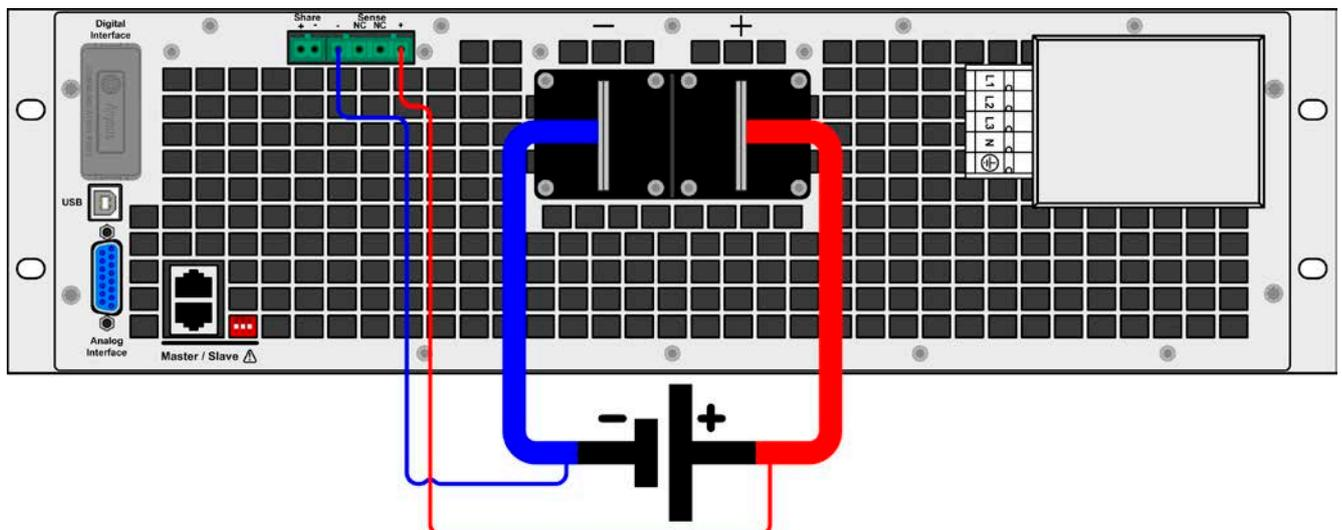

Bild 8 - Beispiel Fernfühlungsverdrahtung
- (+) Sense darf nur am (+) der Quelle und (-) Sense nur am (-) der Quelle angeschlossen werden. Ansonsten könnte die elektronische Last beschädigt werden. Siehe auch *Bild 8*.